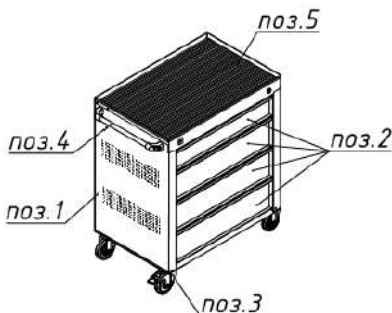

Рис. 1 Тележка инструментальная ML4C
- 3.1. Тележка инструментальная (рис. 1) состоит из металлического корпуса (поз. 1) и выдвижных ящиков (поз. 2). Ящики фиксируются с помощью механизма центрального замка.